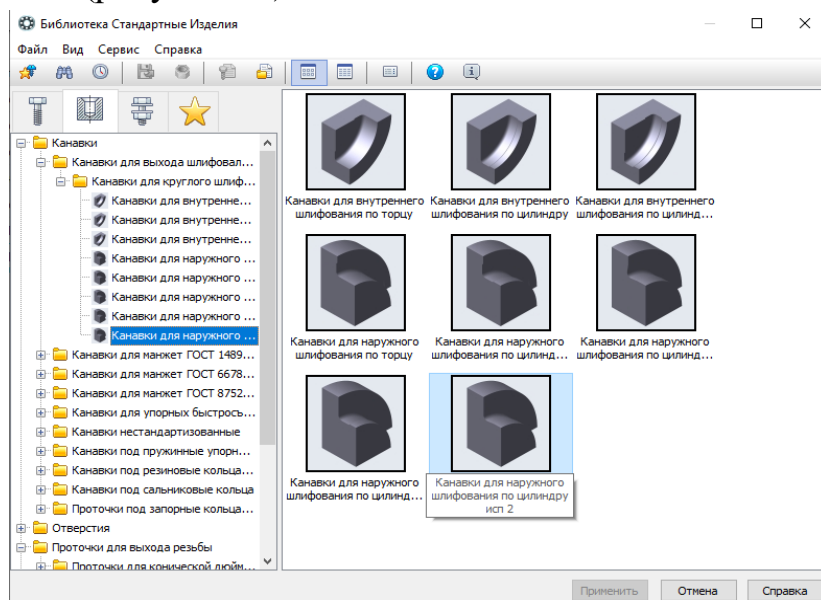

Рисунок 17 - Выбор канавки из Библиотеки Стандартные изделия
- Для создания канавки в строке меню *Приложения* выберите команду *Механика – Валы и механические передачи 3D – Простые конструктивные элементы – Канавки*. В открывшемся окне *Библиотека Стандартные изделия* откройте ветвь *Канавки – Канавки для выхода шлифовального круга ГОСТ 8820-69 – Канавки для круглого шлифования* и выполните двойной щелчок мыши на элементе «Канавки для наружного шлифования по цилиндру исп. 2» либо выполните двойной щелчок мыши на изображении элемента в правой части окна (рисунок 17).